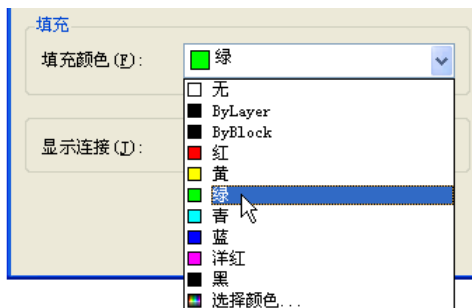

图 2-45 设置填充颜色
(7) 在“填充”选项组的“填充颜色”下拉列表框中选择“绿”选项，如图 2-45 所示。